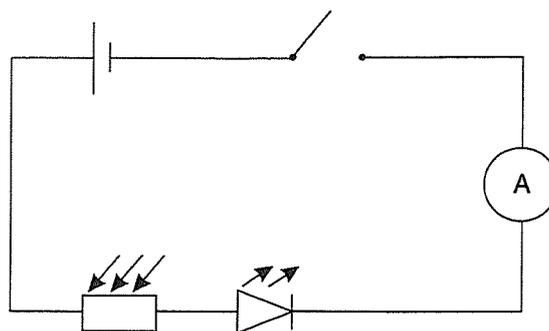

Figure 19.1
4.1. Réaliser le montage représenté à la figure 19.1 (ampèremètre: calibre 50 mA*).